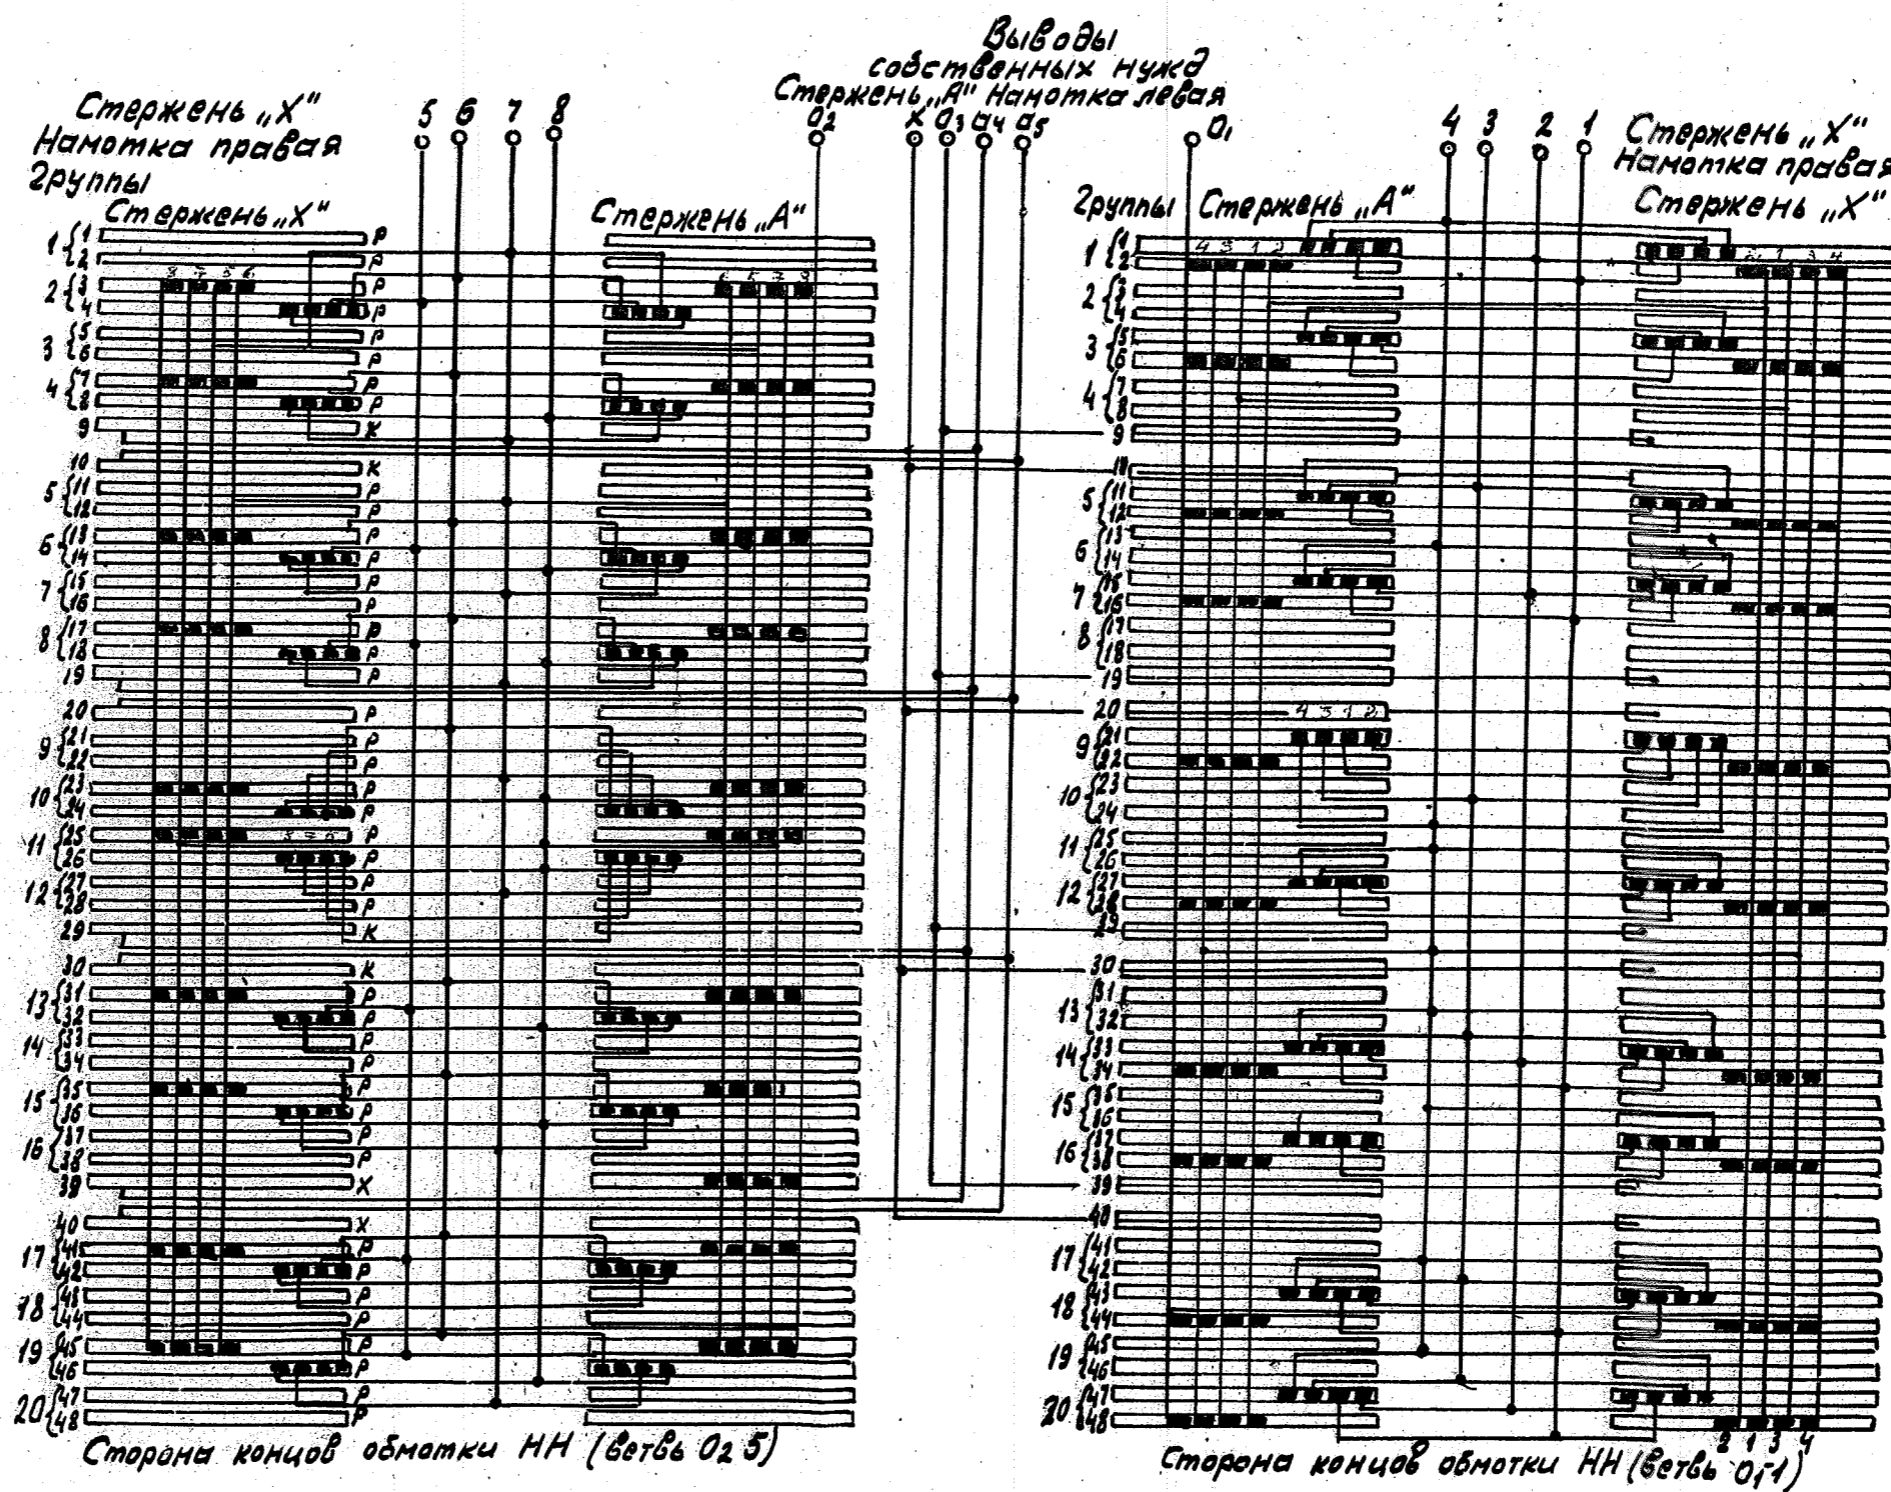

Рис. 7.3. Схема соединений концов обмотки трансформатора
7.2.4.2. Разобрать концы обмоток НН регулировочной (тяговой) согласно схеме (рис.7.3, 7.4, 7.5, 7.6) надеть на них бумажно-бакелитовые трубки (длина трубок по месту) и обрезать концы в нужную длину.
Спаять концы регулировочной (тяговой) обмотки с соединительными и выводными шинами согласно схеме (рис.7.3, 7.4, 7.5).
7.2.4.6. Установить выводные шины обмотки собственных нужд (или ННЗ) с напаянными демпферами, соответственно обозначениям п.7.2.4.5 и спаять концы обмотки собственных нужд и ННЗ с одноименными выводными шинами (рис.7.3, 7.4, 7.5, 7.6.).